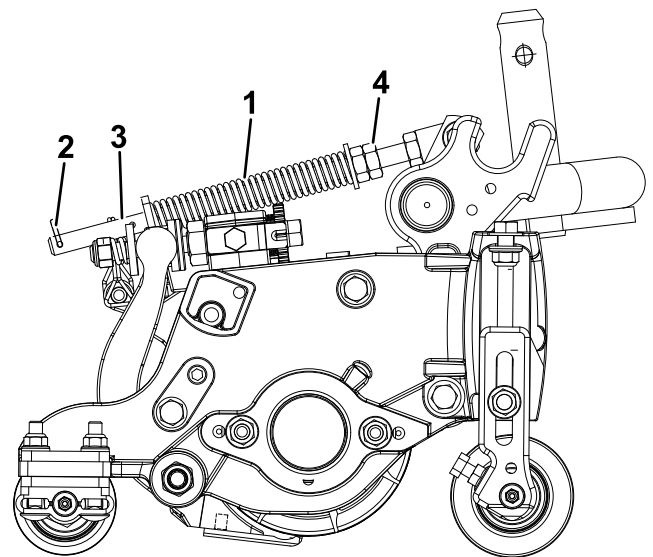

Bild 14
2. Ziehen Sie die Sechskantmuttern vorne an der Federstange an, bis die zusammengedrückte Länge der Feder (Bild 14) an 12,7-cm-Schneideeinheiten 12,7 cm oder an 17,8-cm-Schneideeinheiten 15,8 cm beträgt.
Die Rasenkompensierungsfeder (Bild 14) verlagert das Gewicht von der Front- zur Heckrolle. Dies reduziert ein Bobbing genanntes Wellenmuster auf der Rasenfläche.
1. Stellen Sie sicher, dass der Splint in das hintere Loch in der Federstange eingesetzt ist (Bild 14).